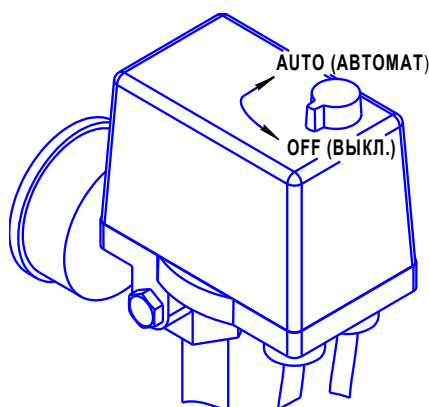

Рисунок 3
- 1 Проверьте, чтобы выключатель на прессостате находился в выключенном положении "OFF" (см. рисунок 3).
- 1 Выключить компрессор выключателем на прессоуставе. Для этого необходимо переключить выключатель в положение "OFF" (см. рисунок 3). После этого остановится электродвигатель и произойдет сброс давления из нагнетательного воздухопровода и поршневого блока.
7.3.2 Компрессор оборудован устройством защиты от перегрузок. При нарушении питания электрической сети, а также при работе с ПВ более 60% возможно автоматическое срабатывание защиты двигателя. Для пуска компрессора после срабатывания защиты выполните следующие действия: после того, как двигатель остынет до допустимой температуры переключите выключатель на прессостате в положение "OFF" (см. рисунок 3), а затем включите компрессор переключив выключатель в положение "AUTO".